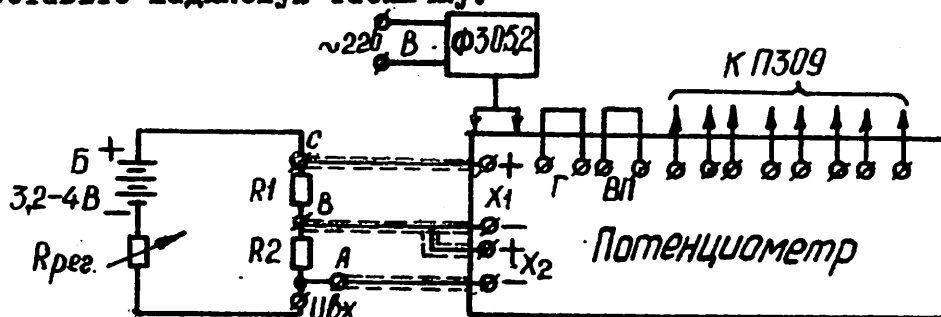

Рис.4. Схема проверки делителя на потенциометре.
7.4.1. Сравнимые резисторы делителя подключайте к потенциометру согласно рис.4 и данным табл.4.
7.5.1. Подстройку делителя производите в схеме рис.4 в последовательности, указанной в табл.4.